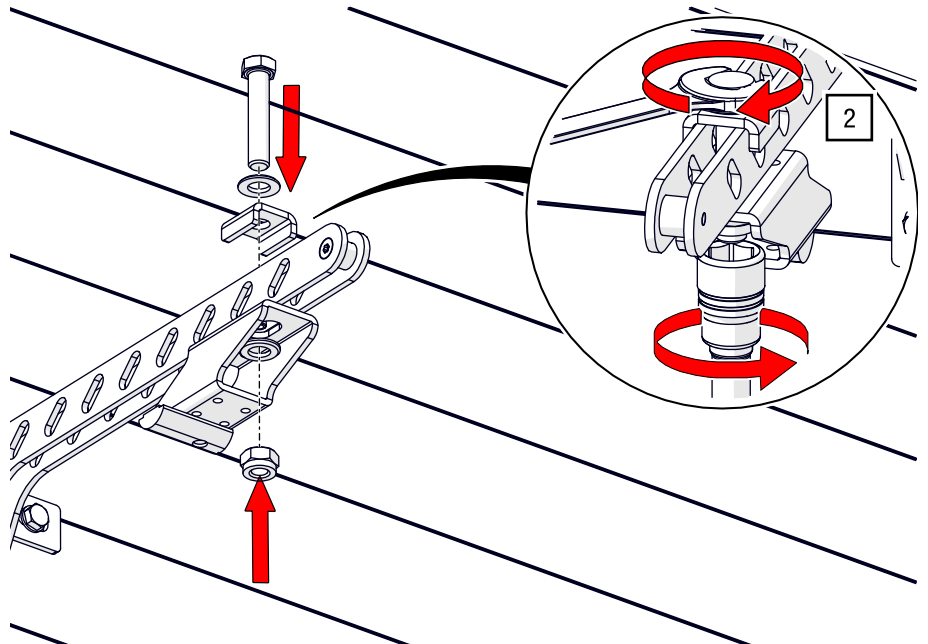

Abb. 56: Wandarm – Lose vormontierte Abhängung am Wandarm verschrauben
2. Verschrauben Sie die vormontierte Abhängung und den Wandarm mit einer Ratsche mit Stecknuss SW 17 und einem Gabelschlüssel SW 17 im benötigten Abstand (siehe Abb. 56).